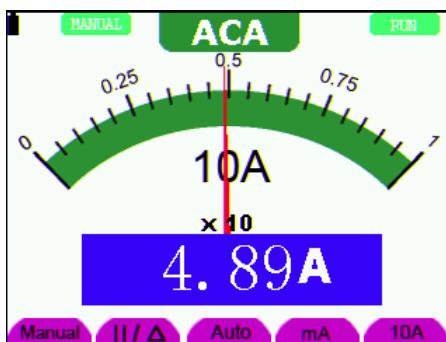

Рисунок 36.
- Подсоедините красный и черный измерительные провода к обследуемой цепи, и на дисплее отобразится измеренное значение постоянного тока (см. рисунок 36).